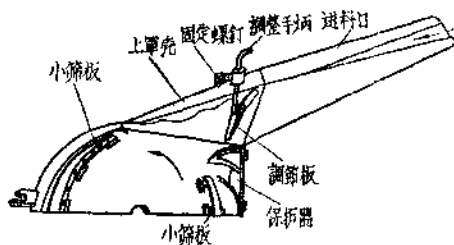

图2 粉碎机的进料部分及上罩壳
(1) 进料部分 进料部分包括进料口、調節器两个部件（图2），进料口由木料制成，用螺絲連接在上罩壳上，他的底板傾斜着—个角度，可控制投入的粉碎物品，沿其斜底慢慢地进入机身內去。調節器由鋼板制成的調節板和調整手柄以及固定螺絲組成，裝在上罩壳的上部，可以調節由进料口送入的粉碎物品。調
这台机器上比較复杂的一个部分，包括上罩壳(图2)、底座、傳